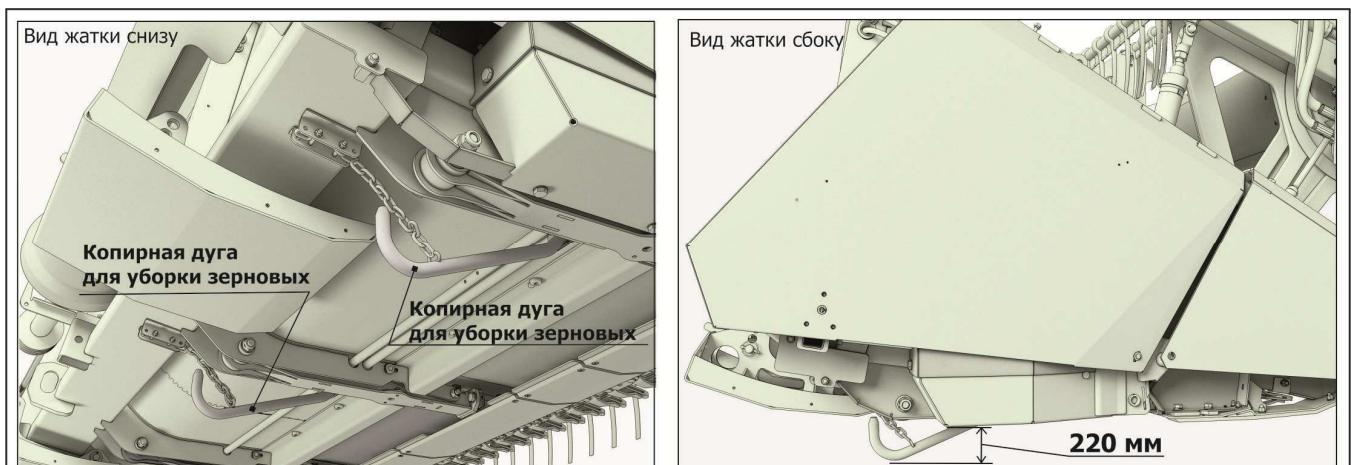

Рисунок 6.14 – Положение копирных дуг при уборки зерновых
4) Поднять копирные дуги в крайнее верхнее положение и зафиксировать (рисунок 6.14).